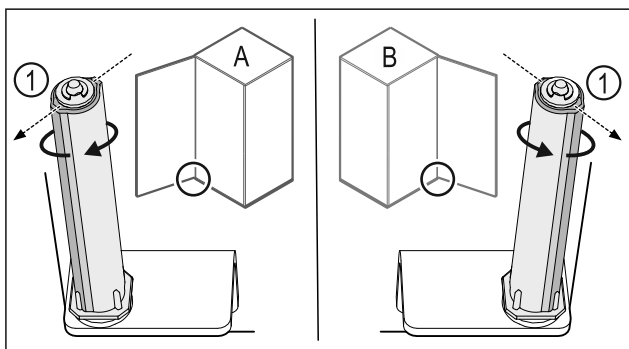

Fig. 23 Lewy ogranicznik (A) / prawy ogranicznik (B)
- ▶ Przekręcić system blokujący w kierunku przeciwnym do oporu, aż pręt systemu blokującego Fig. 23 (1) będzie skierowany na zewnątrz.